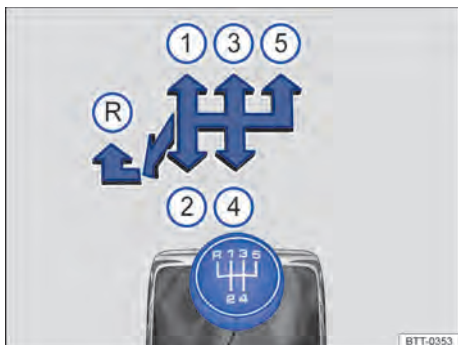

Fig. 98 Esquema de troca de marchas da transmissão manual de 5 marchas.
As posições de cada marcha estão representadas na alavanca de troca de marcha ⇒ Fig. 98 e ⇒ Fig. 99.
- Empurrar a alavanca de troca de marcha totalmente para a esquerda e depois para frente até a posição da marcha a ré ⇒ Fig. 98 e ⇒ Fig. 99 .